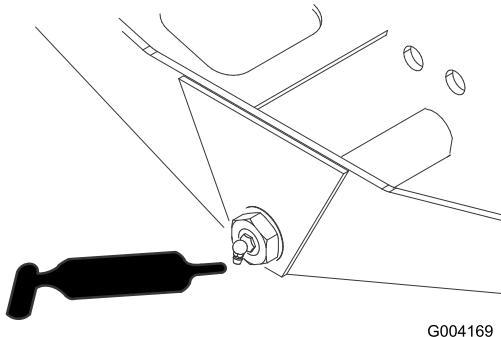

Figura 69
- Perno sterzante del ponte (1)–Figura 69